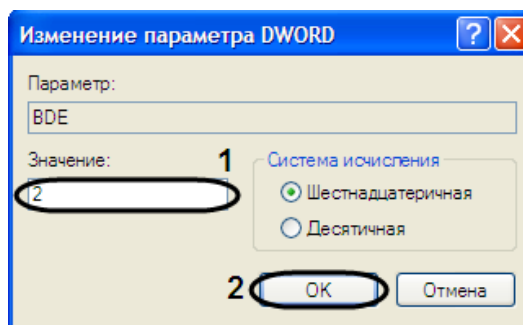

Рис. 11.3—4. Изменение параметра DWORD
- 8.1. Присвоить параметру «BDE» значение «2» (см. Рис. 11.3—4, 1).